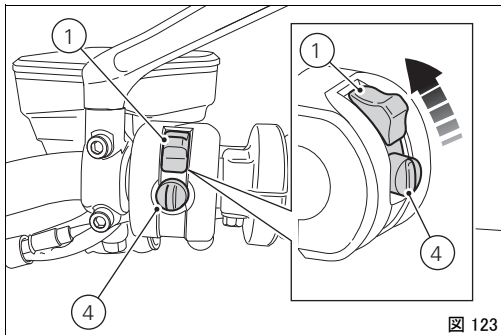

図 123
黒いボタン (4、図 123) が見えるように、赤いスイッチ (1)
ハンドルの赤いスイッチ (1、図 123) を RUN OFF にいれ、エ